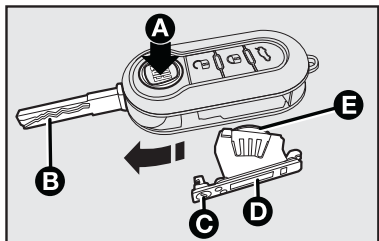

fig. 4
- apertar o botão **A**-fig. 4 e colocar o encaixe metálico (**B**) na posição de abertura.